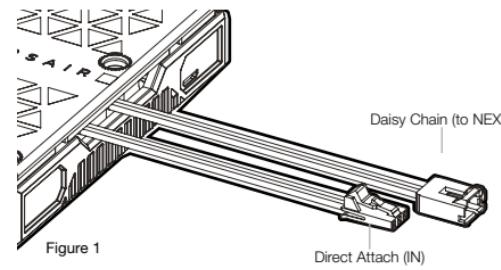

Figure 1
1. Определите правильный разъем RGB на блоке жидкостного охлаждения (Рис. 1).